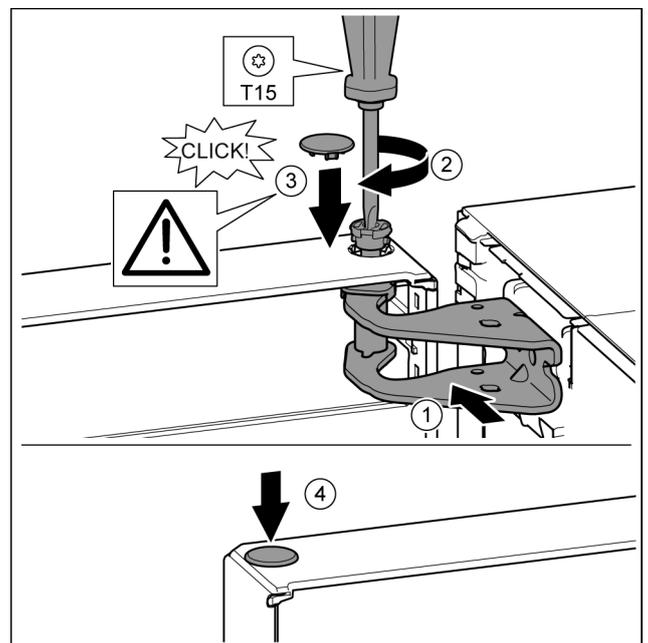

Fig. 21
- ▶ Tür oben zur Öffnung im Lagerbock ausrichten. Fig. 21 (1)
- ▶ Bolzen einsetzen und mit Schraubendreher T15 festschrauben. Fig. 21 (2)
- ▶ Sicherheitsabdeckung zur Sicherung der Tür montieren: Sicherheitsabdeckung einsetzen und Kontrollieren ob sie auf der Tür aufliegt. Ansonsten Bolzen vollständig einsetzen. Fig. 21 (3)
- ▶ Stopfen einsetzen. Fig. 21 (4)